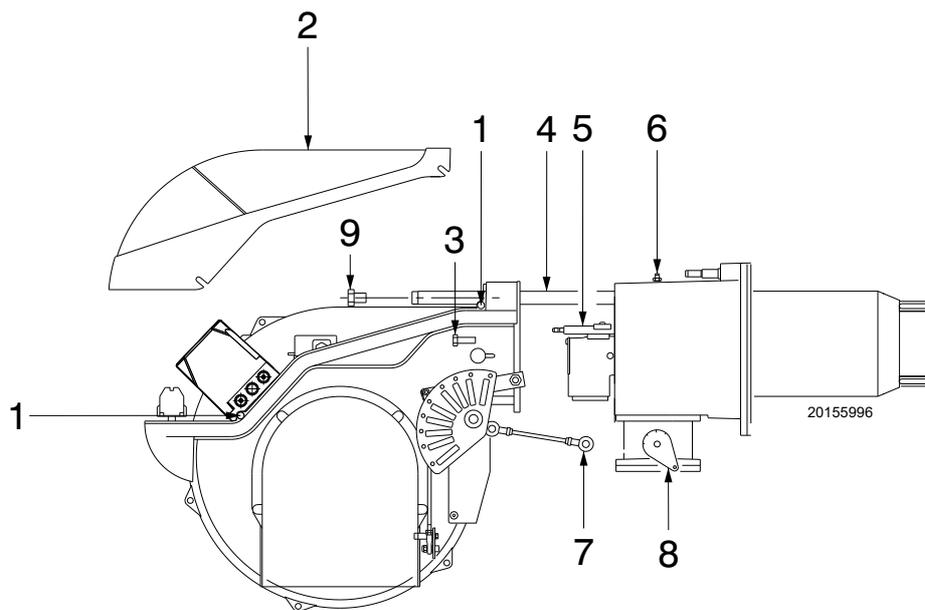

Fig. 39
S'assurer que les trous de sortie de gaz pour la phase d'allumage, présents dans le distributeur de la tête de combustion, soient libres d'impuretés et de dépôts de rouille. En cas de doute, démonter le coude (Fig. 39 à la page 35).
- Desserrer les 4 vis 1)(Fig. 39) et déposer le capot 2).
- Remettre le vis 3)(Fig. 39) et tirer délicatement vers l'extérieur les câbles de sonde et d'électrode, jusqu'à les mettre légèrement sous tension.
- Raccrocher la rotule 7)(Fig. 39) au secteur gradué 8)(Fig. 39).
- Démontez les deux rallonges des glissières 4)(Fig. 39).